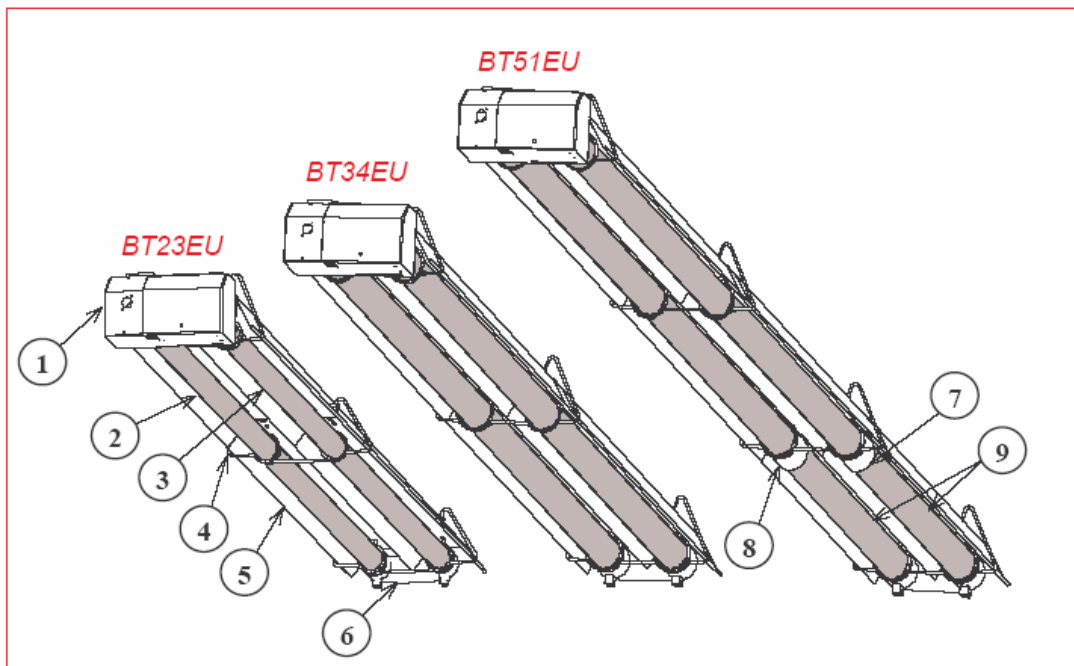

Рис. 2
#### а) ИТГО типа ВТ23ЕУ (см. рис. 2)
#### б) ИТГО типа ВТ34ЕУ (см. рис. 2)
#### в) ИТГО типа ВТ51ЕУ (см. рис. 2)
### **а) ИТГО типа ВТ23ЕУ** (см. рис. 2)
### **б) ИТГО типа ВТ34ЕУ** (см. рис. 2)
**с) ИТГО типа ВТ51ЕВ** (см. рис. 2)